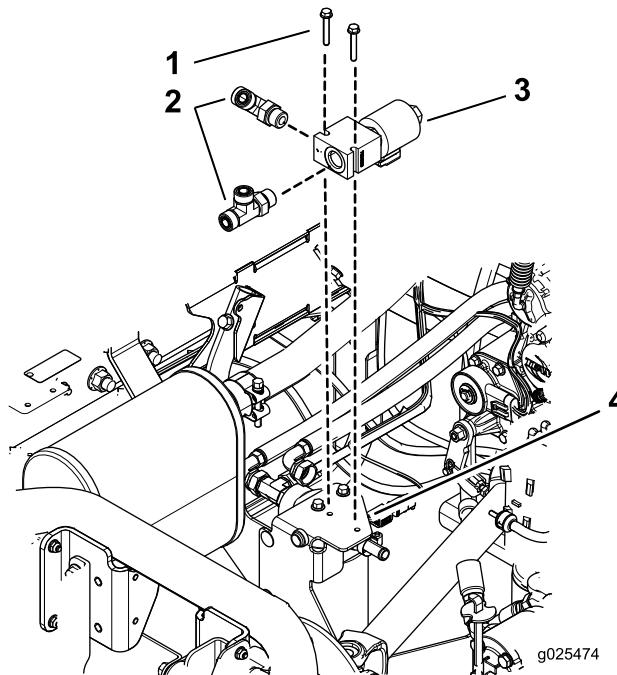

Bild 8
| 2. Befestigen Sie den Verteiler mit zwei Bundbolzen (1/4" x 1-7/8") an der Rahmenhalterung, wie in Bild 8 abgebildet. | |
1. Befestigen Sie die T-Anschlussstücke lose am Verteiler (Bild 8).